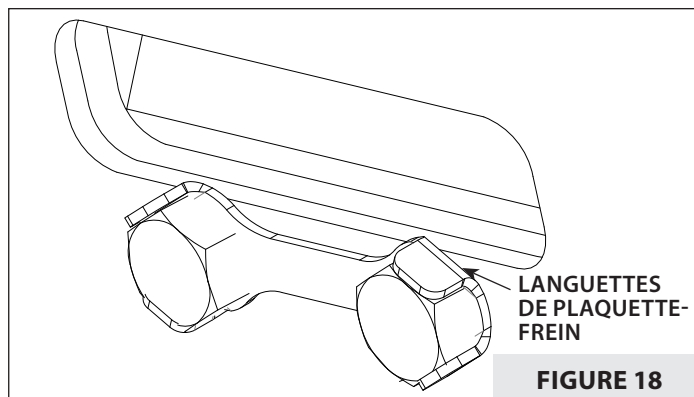

FIGURE 18
1. Pour démonter les fléaux, déplier d'abord les languettes de plaquette-frein de façon à dégager la tête hexagonale des vis de fixation des fléaux. Retirer la vis. **VOIR FIGURES 18 ET 19** (page suivante).
4. Plier les languettes de la plaquette-frein de façon à bloquer la vis et empêcher sa rotation. Les languettes doivent appuyer à plat sur une face de la tête de vis. **VOIR FIGURE 18.**
5. Plier les languettes de la plaquette-frein de façon à empêcher la rotation de la vis. Les languettes doivent appuyer à plat sur une face de la tête de vis. **VOIR FIGURE 18.**